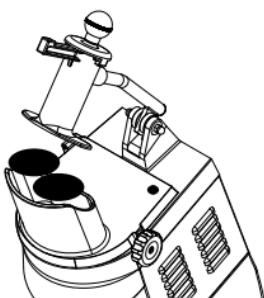
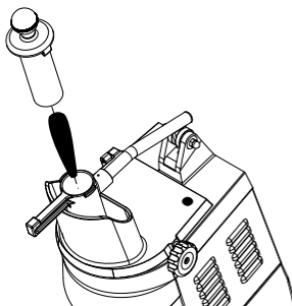

Рис. 12
Рис. 12a
- Через отверстие в крышке следует наполнить прибор выбранными продуктами для нарезки (см. рис. 12). Более мелкие куски (морковь, кабачки и т.п.) вводить через трубку рычага прижима (см. рис. 12a). Включить прибор с помощью кнопки **Start „I“** и легко нажать вниз рычаг прижима, во время наполнения через трубку пользоваться толкателем.